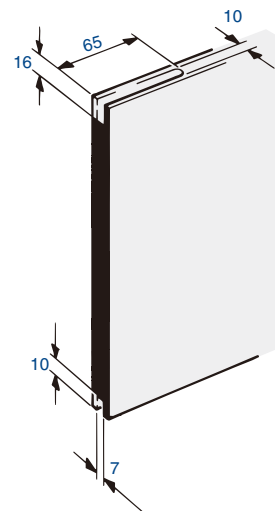

図 1-2-1
[2] 扉の上の両側には、図 1-2-1 のような加工を施してください。
1.4 扉の下端には、図1-2-1ガイドレールの溝を設け、そこにガイドレール⑨を扉幅にカットして組み込んでください。